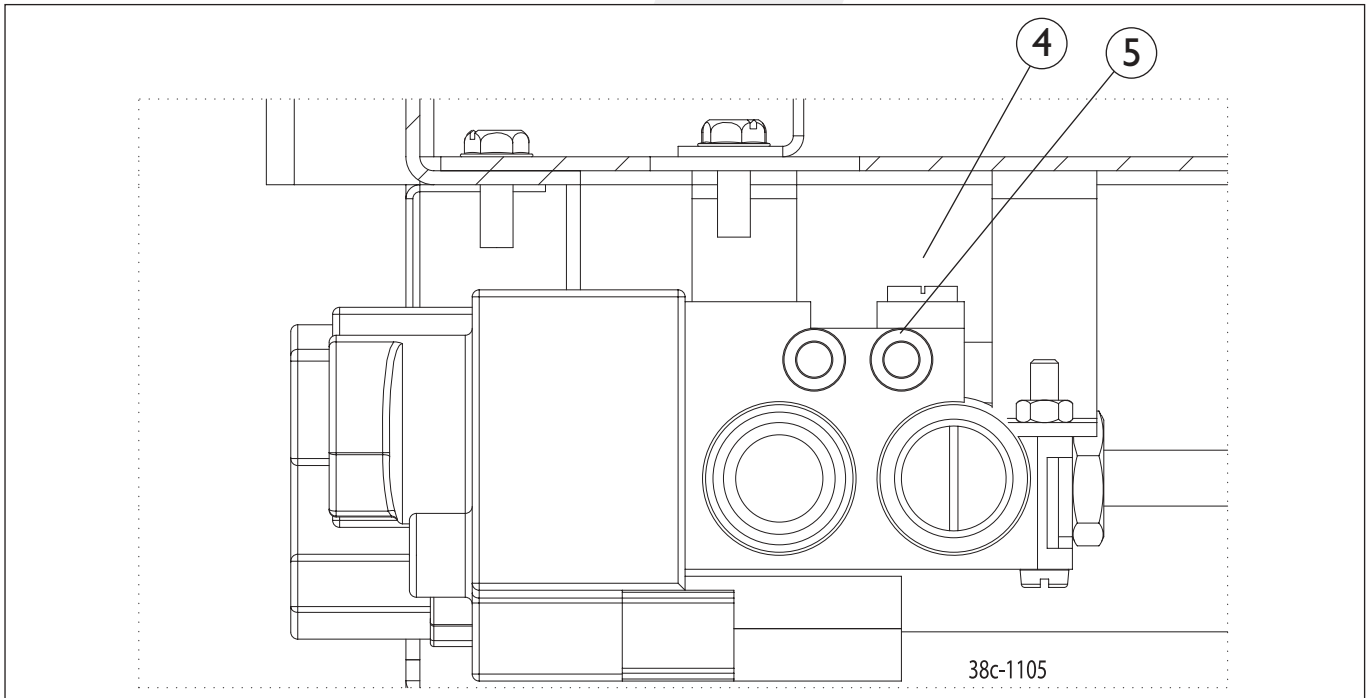

Fig. 3
3. Injecteur à débit réduit (fig 3)
5 Réglage de la pression d'alimentation du brûleur (fig 3, 4, 5)